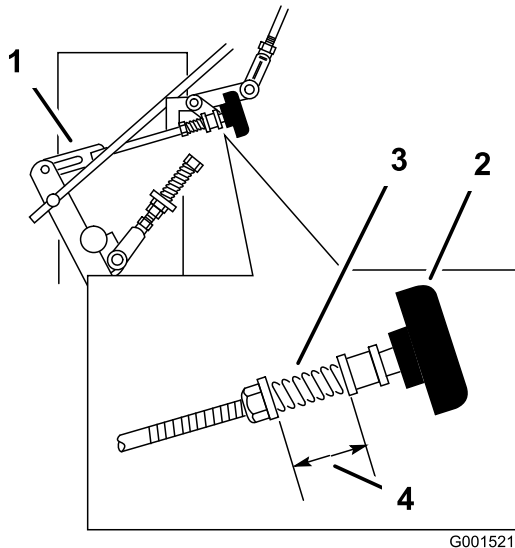

Figure 35
3. Réglez la timonerie droite en tournant le bouton Quick-Track dans le sens antihoraire jusqu'à ce que la roue commence à tourner en avant (Figure 35).
4. Tournez le bouton dans le sens horaire d'un quart de tour à la fois. Déplacez alors le levier de commande de vitesse à la position AVANT et ramenez-le à la position POINT MORT. Répétez cette opération jusqu'à ce que la roue droite arrête de tourner en avant (Figure 35).
6. Le ressort qui maintient la tension sur le bouton n'a normalement pas besoin d'être réglé; Toutefois, si un réglage est nécessaire, réglez la longueur du ressort à 26 mm (1 po) entre les rondelles (Figure 35).
7. Pour régler la longueur du ressort, tournez l'écrou à l'avant du ressort (Figure 35).